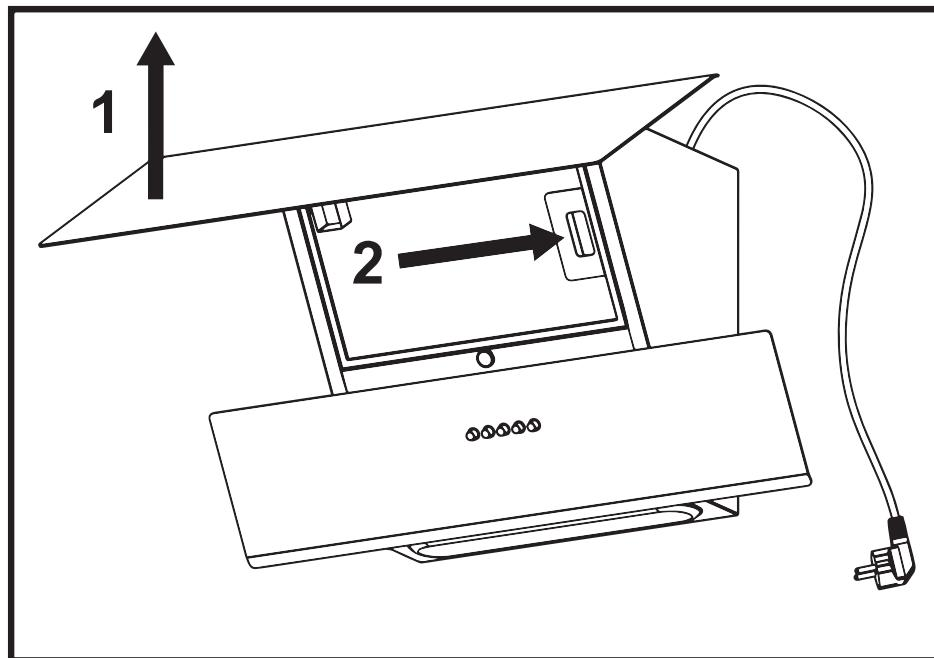

Рис.6
8.6 Для зняття алюмінієвого фільтру (**рис.6**) слід відкрити декоративну панель **1**, натиснути на пружинну засувку **2** і, потягнувши на себе зняти фільтр з панелі. Встановлення фільтру виконати в зворотному порядку.